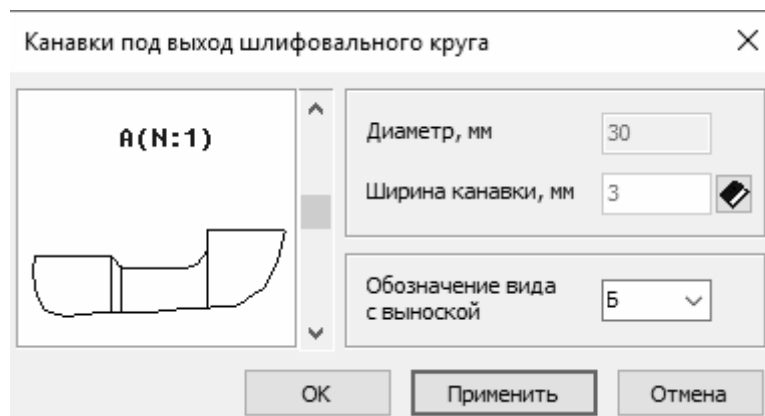

Рис. 15.13. Выбор параметров канавки под выход шлифовального круга
5.5. На третьей цилиндрической ступени справа имеется канавка для выхода шлифовального круга. Для ее построения необходимо выделить третью цилиндрическую ступень в дереве построения (**Цилиндр $D = 30, L = 18$**) и выбрать вкладку «Дополнительные построения» → «Канавки» → «Канавка под выход шлифовального круга». Ввести необходимые параметры (рис. 15.13).